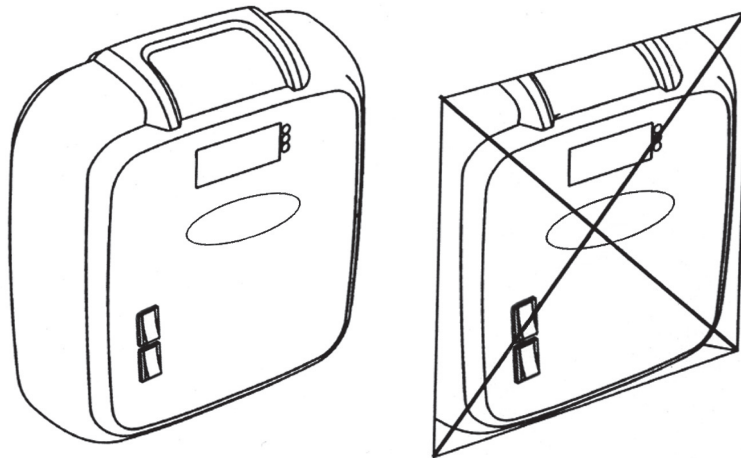

Fig.4 Nu se permite adâncirea panoului de comandă în perete.
- Nu se permite adâncirea panoului de comandă în perete. Vezi fig.4.